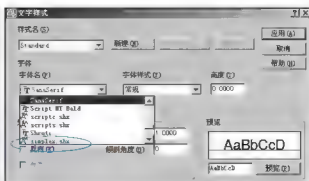

图 3.4 选择字体名 simplex.shx
(2) 将 Standard 文字样式的字体修改为 simplex.shx。
① 确认中文输入法已经关闭后,打开【字体名】下拉列表,输入“s”,此时字体名会自动滚动到“simplex.shx”选项,如图 3.4 所示,然后选择该字体名即可。